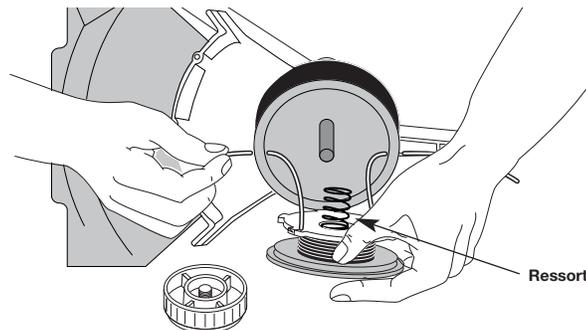

Fig. 34
- Insérez les extrémités du fil dans les œillets de la bobine extérieure et placez le moulinet et le ressort dans la bobine (Fig. 34). Enfoncez le moulinet et la bobine ensemble. Tout en tenant le moulinet et la bobine, saisissez les extrémités et tirez fermement pour dégager le fil des fentes de retenue de la bobine.
- Insérez les extrémités du fil dans les œillets de la bobine extérieure (Fig. 34).